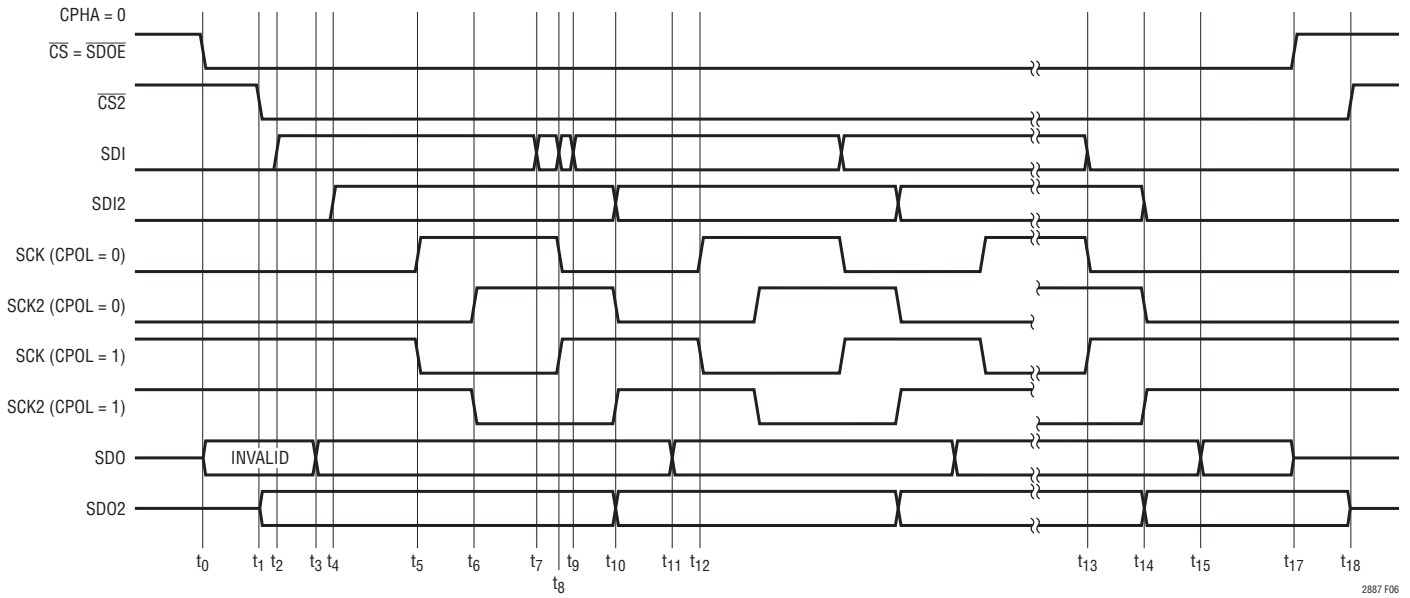
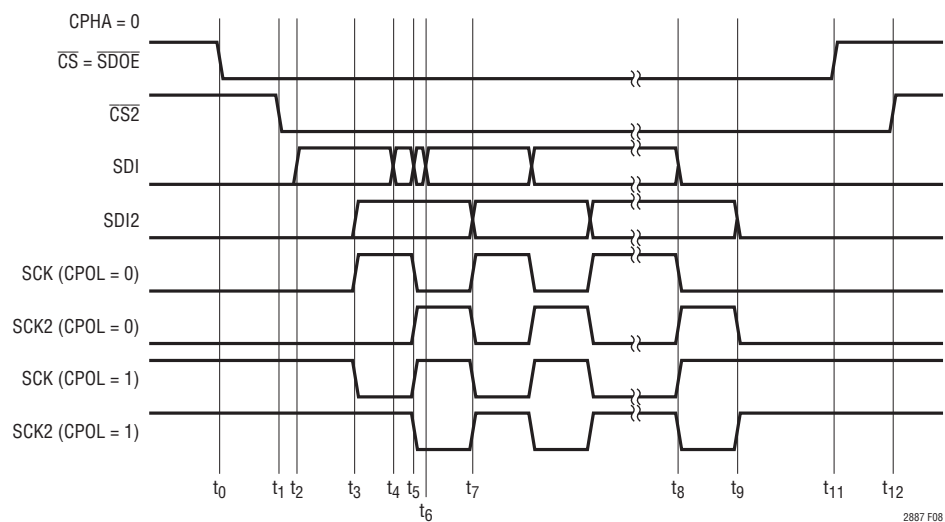
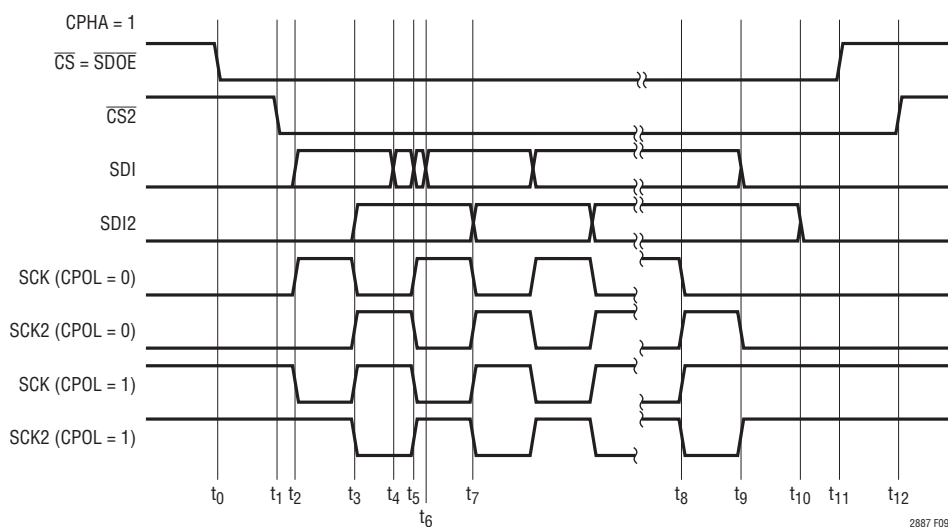

図6. SPIのタイミング、双方向、CPHA = 0
図8. SPIのタイミング、片方向、CPHA = 0
図9. SPIのタイミング、片方向、CPHA = 1
LTM2887-Sは、SPI互換の絶縁インタフェースを備えています。最大データレートは、固有のチャンネル伝播遅延、チャンネル間のパルス幅不確実性、およびデータ方向要件の関数です。チャンネルのタイミングの詳細を図6～9と表2および3に示します。SPIプロトコルは、クロックの極性(CPOL)およびクロックの位相(CPHA)で定義される4つの固有タイミング構成をサポートしています(概要を表1に示します)。
双方向通信の最大データレートは、タイミング波形に詳細を示すように、同期システムを基準にして4MHzです。クロックのデューティ・サイクルに偏りを持たせてSDOからSCKまでのセットアップ時間を最小限に抑えれば、データレートをわずかに高くすることができますが、クロック・レートは引き続きシステムの伝播遅延に左右されます。重要なタイミング経路について、図6および7を基準にして以下に説明します。
マスタからスレーブへの片方向通信の最大データレートは8MHzで、システムの符号化/復号化方式または伝播遅延によって制限されます。クロック位相の2種類のタイミングの詳細を図8、図9および表3に示します。
- SDIおよびSCKのセットアップ・データ遷移は、同じデータ・パケット内で発生する。図6を参照すると、SDIはSCKより最大13ns($t_7 \rightarrow t_8$)先行するか、SCKより3ns($t_8 \rightarrow t_9$)遅れる可能性があり、この要件には違反していません。同様に図8では、SDIはSCKより最大13ns($t_4 \rightarrow t_5$)先行するか、SCKより3ns($t_5 \rightarrow t_6$)遅れる可能性があります。